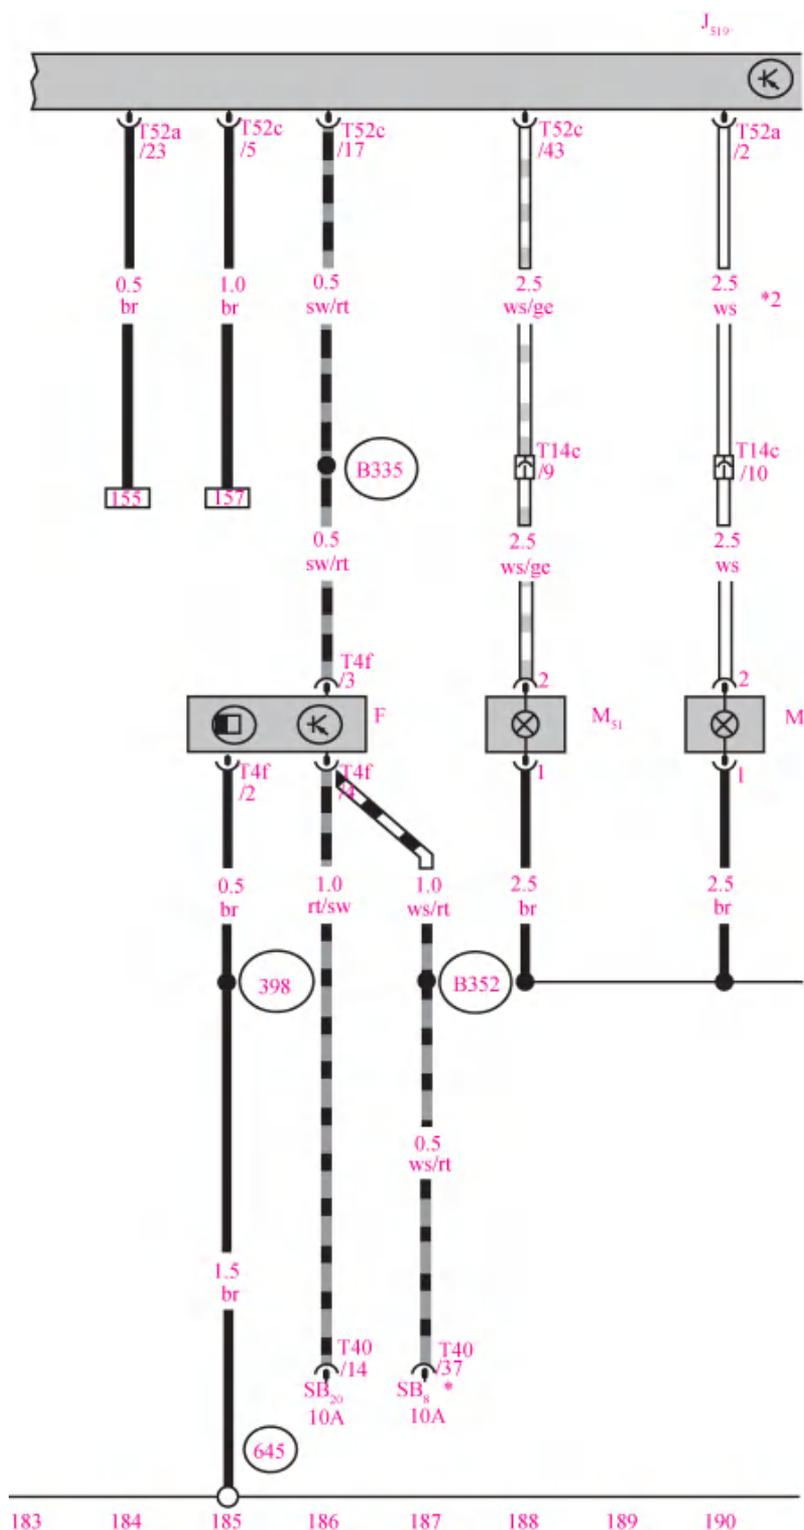
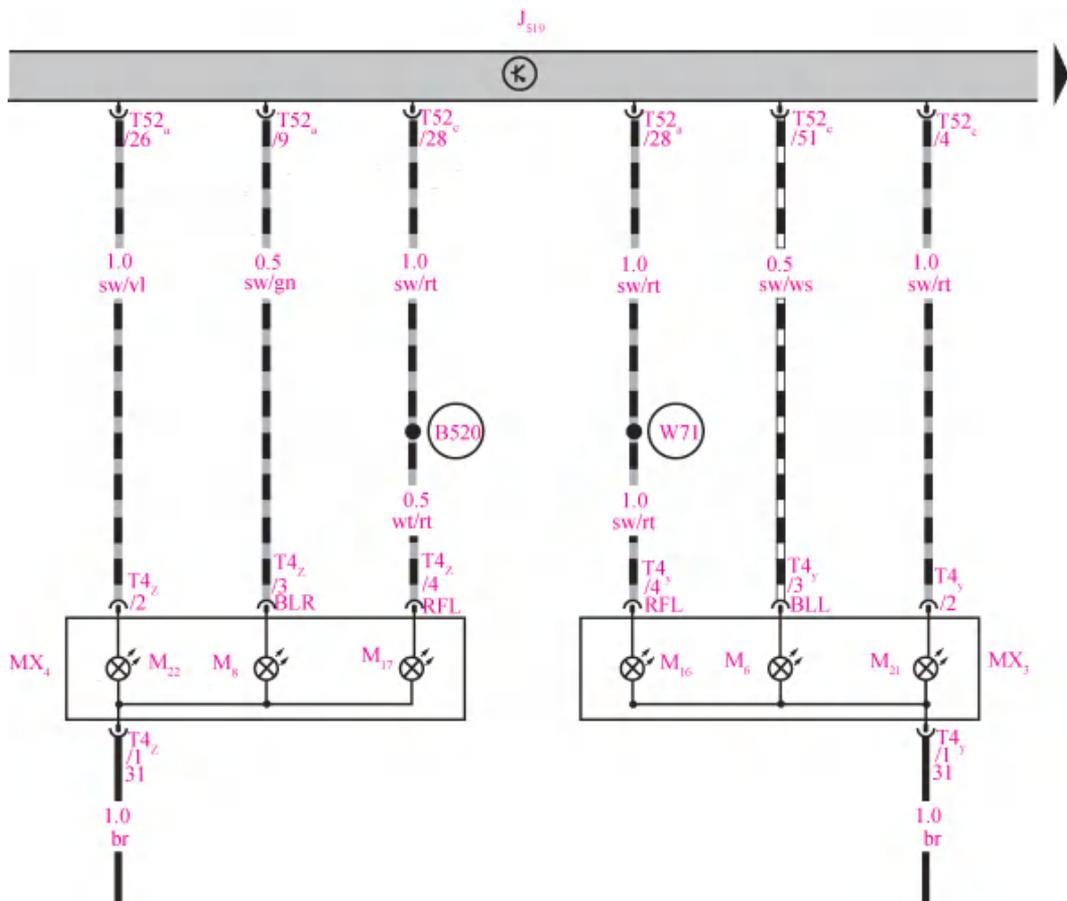

图 4-1-6 迈腾 B7L 制动灯电路一
图 4-1-7 迈腾 B7L 制动灯电路二
(3) 迈腾 B7L 制动灯电路，通过专门的控制单元 J519 控制，如图 4-1-6 和图 4-1-7 所示。